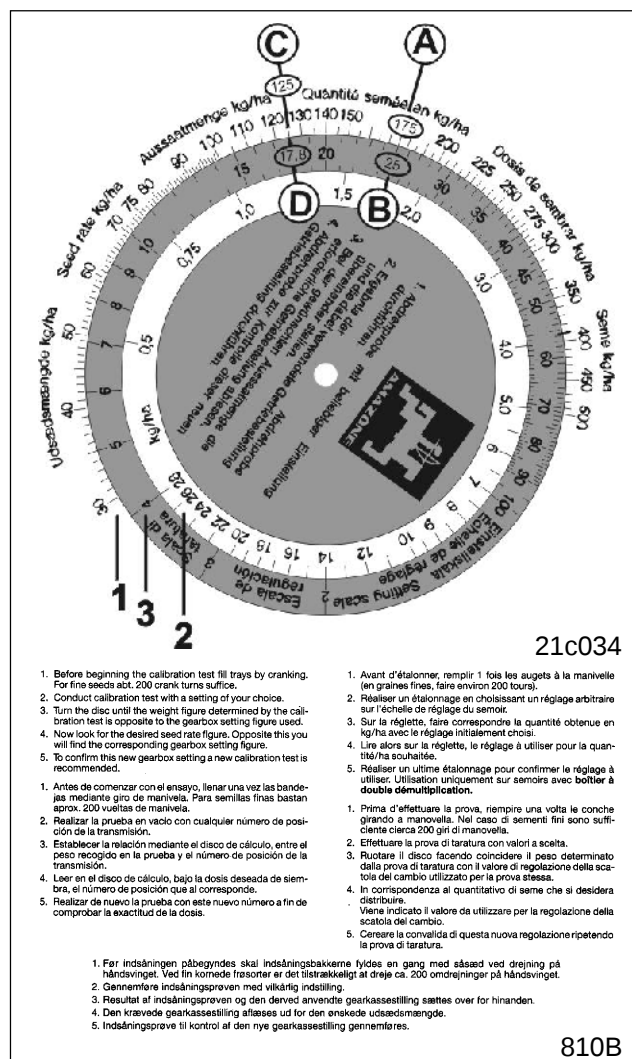

Fig. 12.10
Счетный диск состоит из трех шкал: из наружной белой шкалы (Рис. 12.10/1) - для всех норм высева выше 30 кг/га и внутренней белой шкалы (Рис. 12.10/2) - для всех норм высева ниже 30 кг/га. На средней цветной шкале (Рис. 12.10/3) указаны положения редуктора от 1 до 100.
- Установите на счетном диске одно над другим значение нормы высева 175 кг/га (Рис. 12.10/A) и "позицию редуктора 25" (Рис. 12.10/B).
- Считайте со счетного диска положение редуктора для желаемой нормы высева 125 кг/га (Рис. 12.10/C). В нашем примере - это "позиция редуктора 17,8" (Рис. 12.10/D).